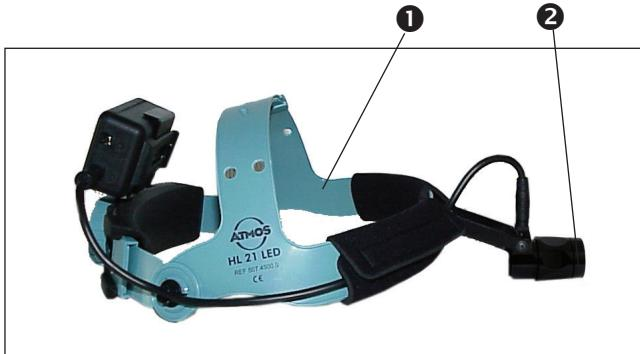

Fig. 9 Messa a fuoco
- L'ampiezza del fascio di luce può essere modificata agendo sull'anello di messa a fuoco (②, fig. 9).